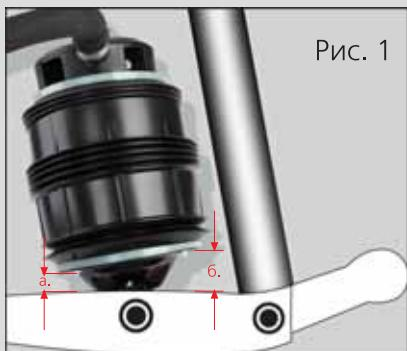

Рис. 1
8. Давление в системе необходимо поднять до 2 бар и снова проверить положение пружин. (Пневмопружина должна стоять строго параллельно амортизатору. Наклон как на рис.1, расстояние от рычага до основания корпуса пружины: а. - внутренний размер 19 мм, б. - наружный размер 36 мм). Автомобиль при этом должен оставаться на подъёмнике до тех пор, пока в пневмомодуле не будет установлено рабочее давление.